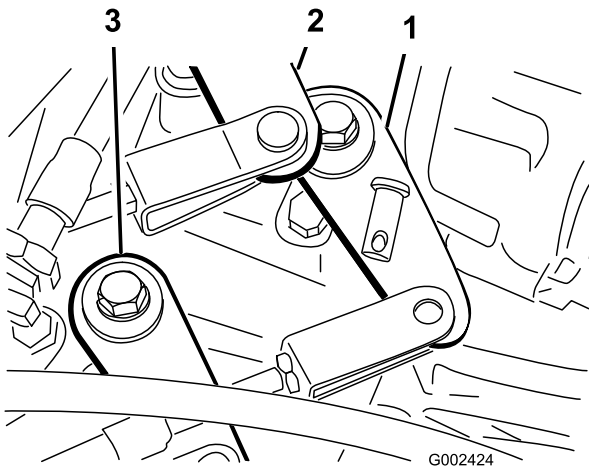

图44
2. 卸下将换档拉索固定到驱动桥换档臂的柱销（图44）。
1. 卸下将高-低档拉索固定到驱动桥的柱销（图44）。